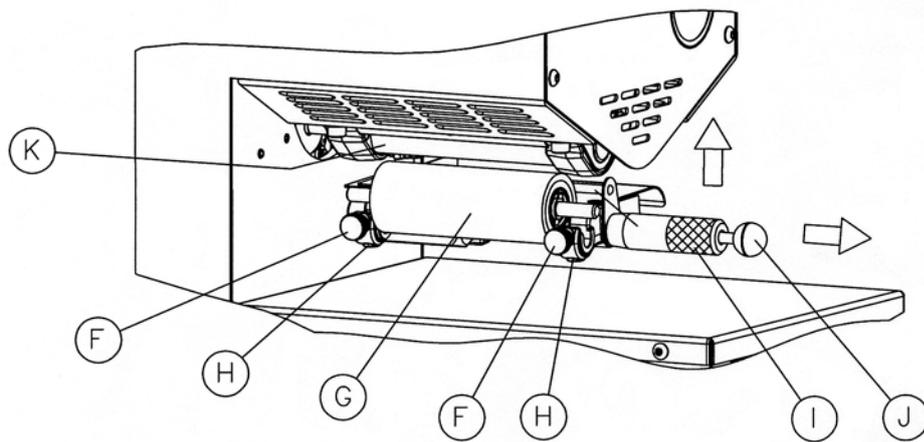
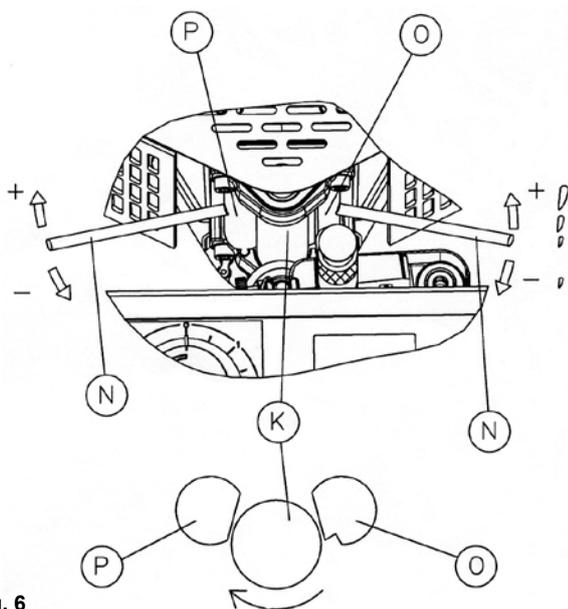
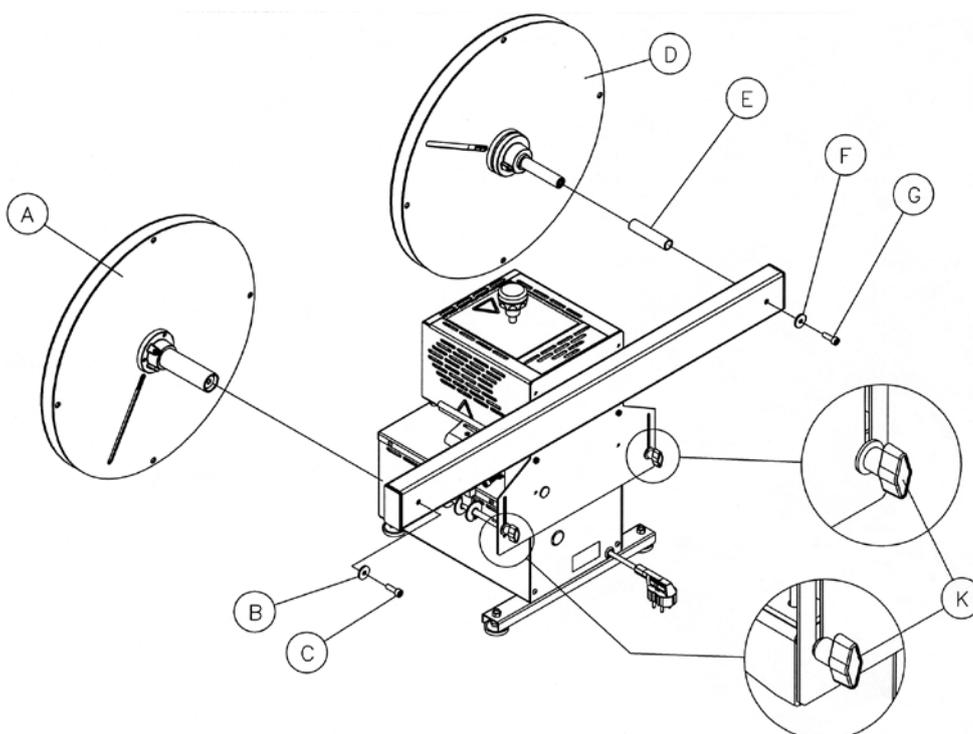

Fig. 5
Fig. 6
Fig. 8
Quitar los tornillos (C y G) y las arandelas (B y F) (Fig. 1 y 2), sosteniendo el tubo (E) (Fig. 2) para que no se desprenda. Montar los portabobinas A y D (Fig. 8), manteniendo el tubo separador E (Fig. 8) dentro del eje del portabobina D (Fig. 8) y fijarlos al soporte con los tornillos C y G y las arandelas B y F como se indica en la (Fig. 8). Capacidad total del Portabobinas de canto encolado:
Los pomos (L y R), permiten regular el espacio entre las tapas portabobina (O y Q). (Fig. 14), al ancho del canto. La posición de las ruedas guía (N1) (Fig. 14 y 15) que guían el canto hacia el rodillo encolador se regula, desplazándolas por la barra (G1) (Fig. 14). La posición de los pivotes guía (N) (Fig. 14 y 15), que guían el canto hacia el portabobinas se regulan con las tuercas (U) (Fig. 15). El pivote (N) y la rueda guía (N1) internos (Fig. 14), salen de fábrica alineados con el rodillo encolador (K) (Fig. 5), con la guía regulable (M) (Fig. 4) y con el lateral del canto, por lo que sólo deberá ajustarse de acuerdo a la anchura del canto, el pivote (N) y la rueda guía (N1) exteriores (Fig. 14). La posición del soporte (Y) (Fig. 15) y del soporte ruedas guía (G1) (Fig. 14), son también regulables en altura y se fijan con los pomos (K) (Fig. 8). Para encolar cantos de 2 mm de grueso, el soporte (Y) (Fig. 15), deberá estar en la posición mas elevada y mas alto que el rodillo encolador (K) (Fig. 6). La presión de enrollado del canto puede regularse con la rueda (X) (Fig. 14).
La máquina sale de fábrica preparada para canto de 0,4 mm. Si desea encolar un canto más grueso, deberá regular el conjunto prensor del siguiente modo: Asegúrese en primer lugar que el conjunto prensor se encuentra en posición de trabajo; rodillo de presión (G) (Fig. 5) en su posición más cercana al rodillo encolador (K) (Fig. 5). Si no estuviera en esa posición, bastará con desbloquearlo tirando del pomo (J), mientras sujeta con la otra mano el conjunto prensor (I) (Fig. 5), para que no golpee contra el rodillo encolador (K) (Fig. 5) al subir automáticamente a la posición de trabajo.
Es importante que el paso entre el rodillo encolador (K) y el rodillo de presión (G) (Fig. 5) una vez ajustado, sea ligeramente inferior al grueso del canto, para que éste pueda ser arrastrado por los rodillos. Para cantos gruesos de 2 mm en adelante, se aconseja ajustar el paso a 1 mm, menos que el espesor del canto. En ningún caso el rodillo encolador (K) y el rodillo de presión (G) (Fig. 5) deben llegar a tocarse, pues este último se ensuciaría de cola, lo que causaría a la larga su deterioro prematuro.